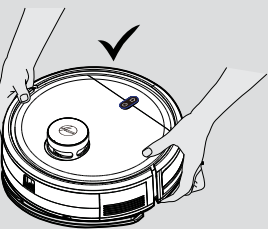

Abb. 22
**WICHTIG:** Achten Sie, bevor Sie Wartungsarbeiten durchführen, immer darauf, dass Ihr Gerät ausgeschaltet ist. Verwenden Sie zum Heben und Tragen immer zwei Hände und stellen Sie sicher, dass der Roboter dabei waagrecht gehalten wird. **[Abb. 22]**